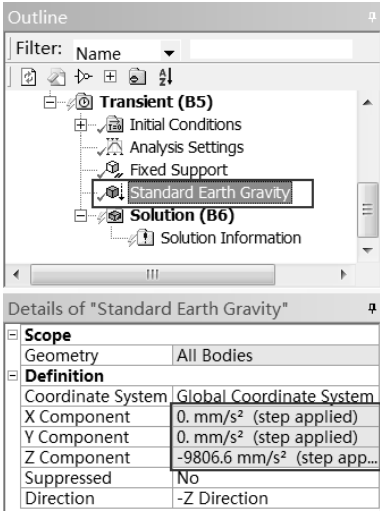

图 12-26 添加重力加速度
Step5 : 选择 Transient (B5) 选项 , 添加如图 12-26 所示的 Standard Earth Gravity (标准重力加速度) 命令。